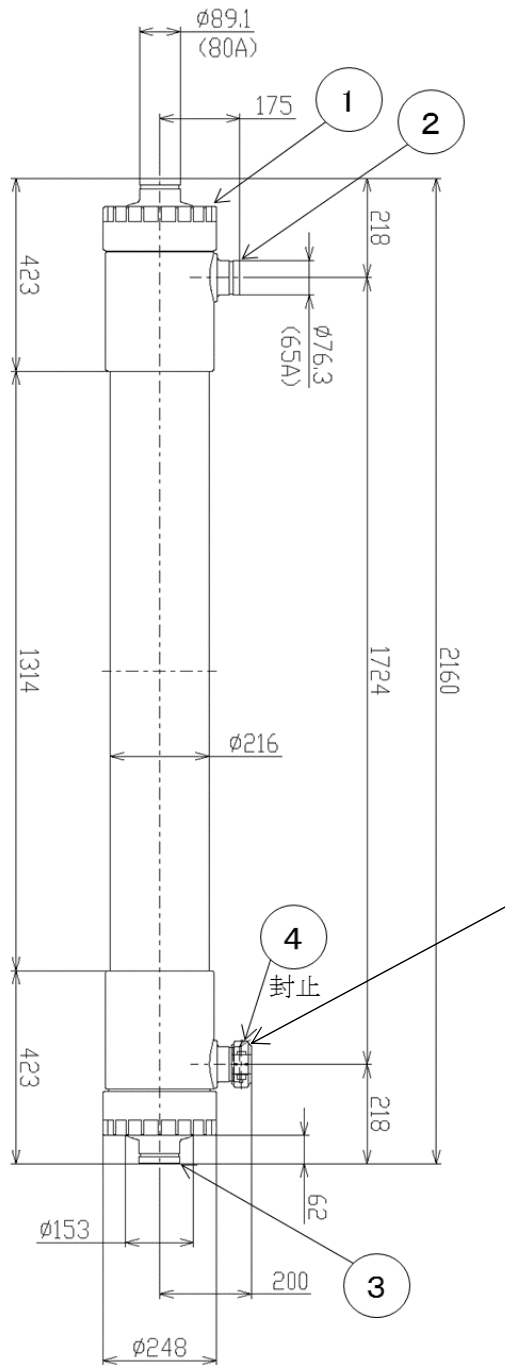
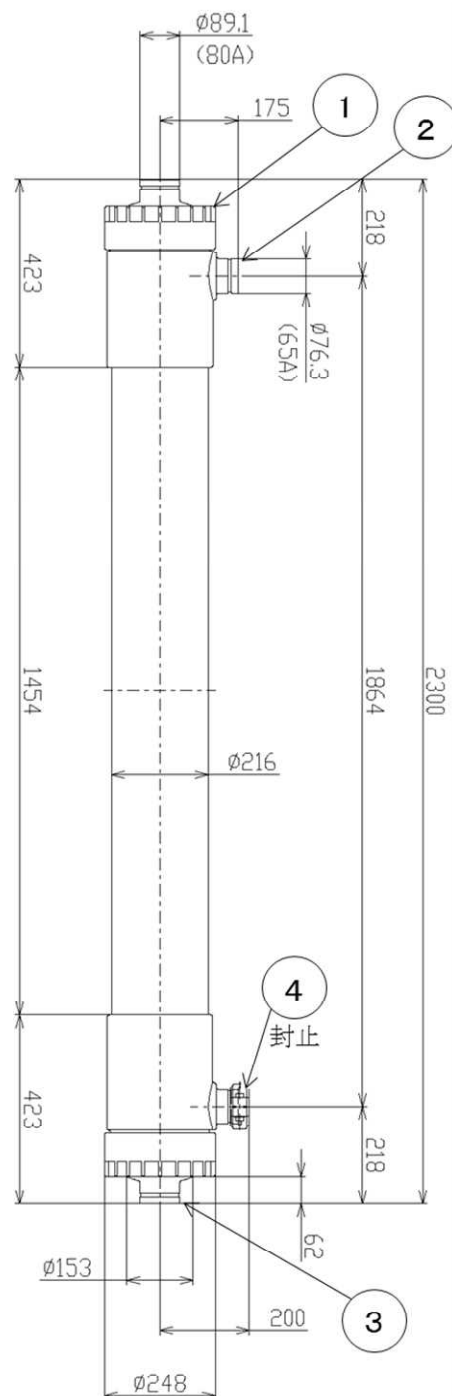

図 1. HFU-2020AN 外形図
図 3. HFU-2320AN 外形図
4. 膜モジュールには、図 1～図 3 に示すハウジング形管継手の取り付け口があるので、それぞれ取り付け口と配管とを接続する。